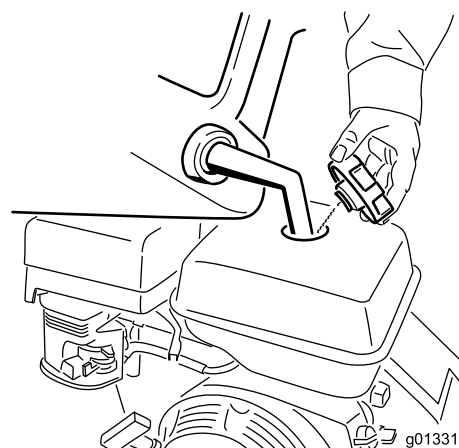

Рисунок 11
3. Очистите области вокруг крышки топливного бака и снимите ее (Рисунок 11).